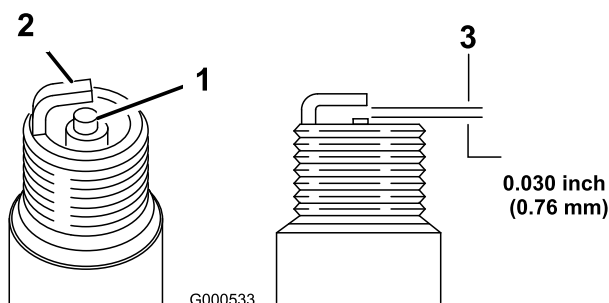

Figura 29
5. Defina a folga na vela para 0,76 mm (Figura 29).